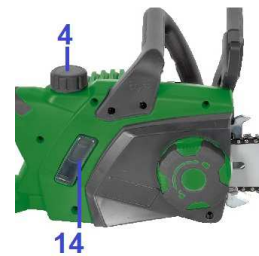

Fig.5
4.9- Remplissage du réservoir d'huile (Fig.5)
- Nettoyer le bouchon du réservoir d'huile (4) et son pourtour avant de l'ouvrir afin d'éviter l'introduction d'impuretés.